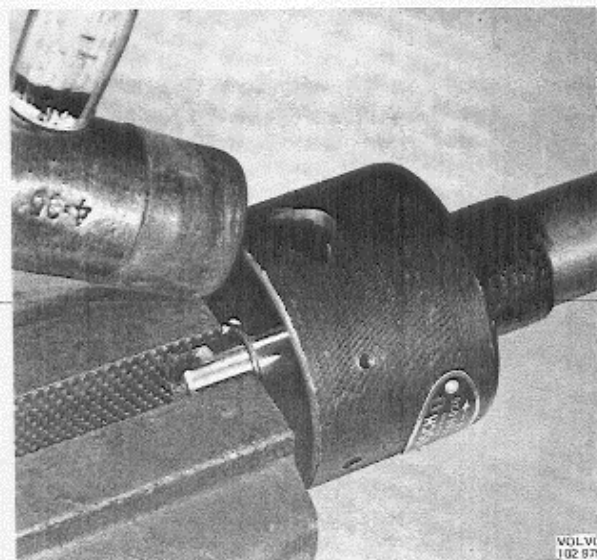

Abb. 3-31 Ausfedern des Sicherungsringes
3. Federn am Fliehkraftversteller abhängen und den Unterbrechernocken im Verhältnis zur Verteilerwelle kennzeichnen. Unterbrechernocken zwischen weichen Backen in einen Schraubstock spannen. Mit einem Schonhammer vorsichtig auf das Verteilergehäuse klopfen (Abb. 3-31) bis der Sicherungsring ausfedert.